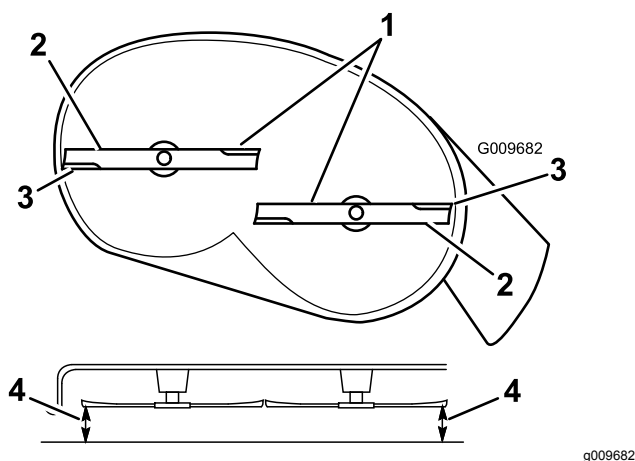
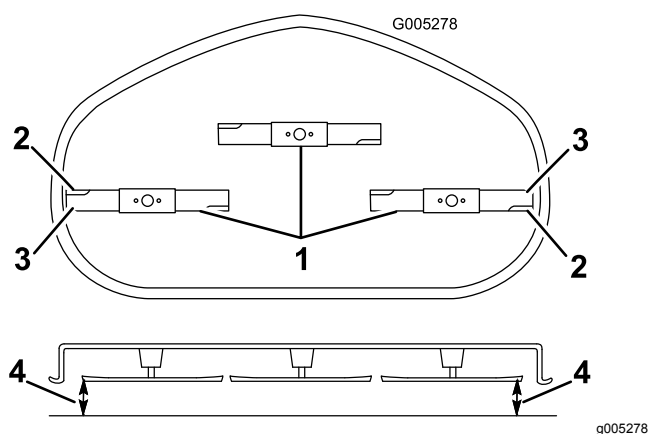

Figura 68
Figura 69
- Gire cuidadosamente las cuchillas hasta que estén todas orientadas lateralmente (Figura 68 y Figura 69).
5. Mida entre los filos de corte exteriores y la superficie plana (Figura 68 y Figura 69).